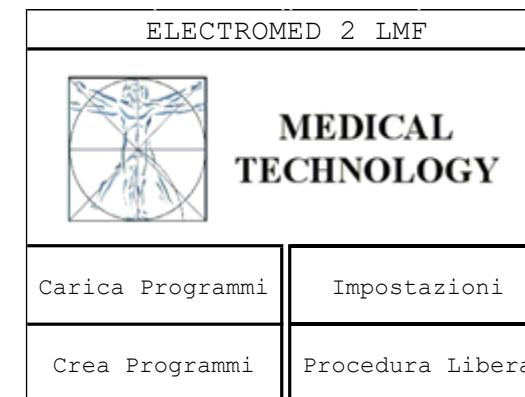

Fig.2
scegliere tra quattro modi operativi (fig.2) toccando il tasto corrispondente sullo schermo.
In corrispondenza della schermata di fig.2 premere il pulsante IMPOSTAZIONI: comparirà la schermata di fig.3.
- il pulsante ESCI; per tornare alla schermata di fig.2.
Il canale in cui è già attiva l'emissione non è ovviamente disponibile per un nuovo programma finché questo non è terminato. Premendo il pulsante ESCI (direttamente sullo schermo), si ritorna alla schermata di fig. 2.